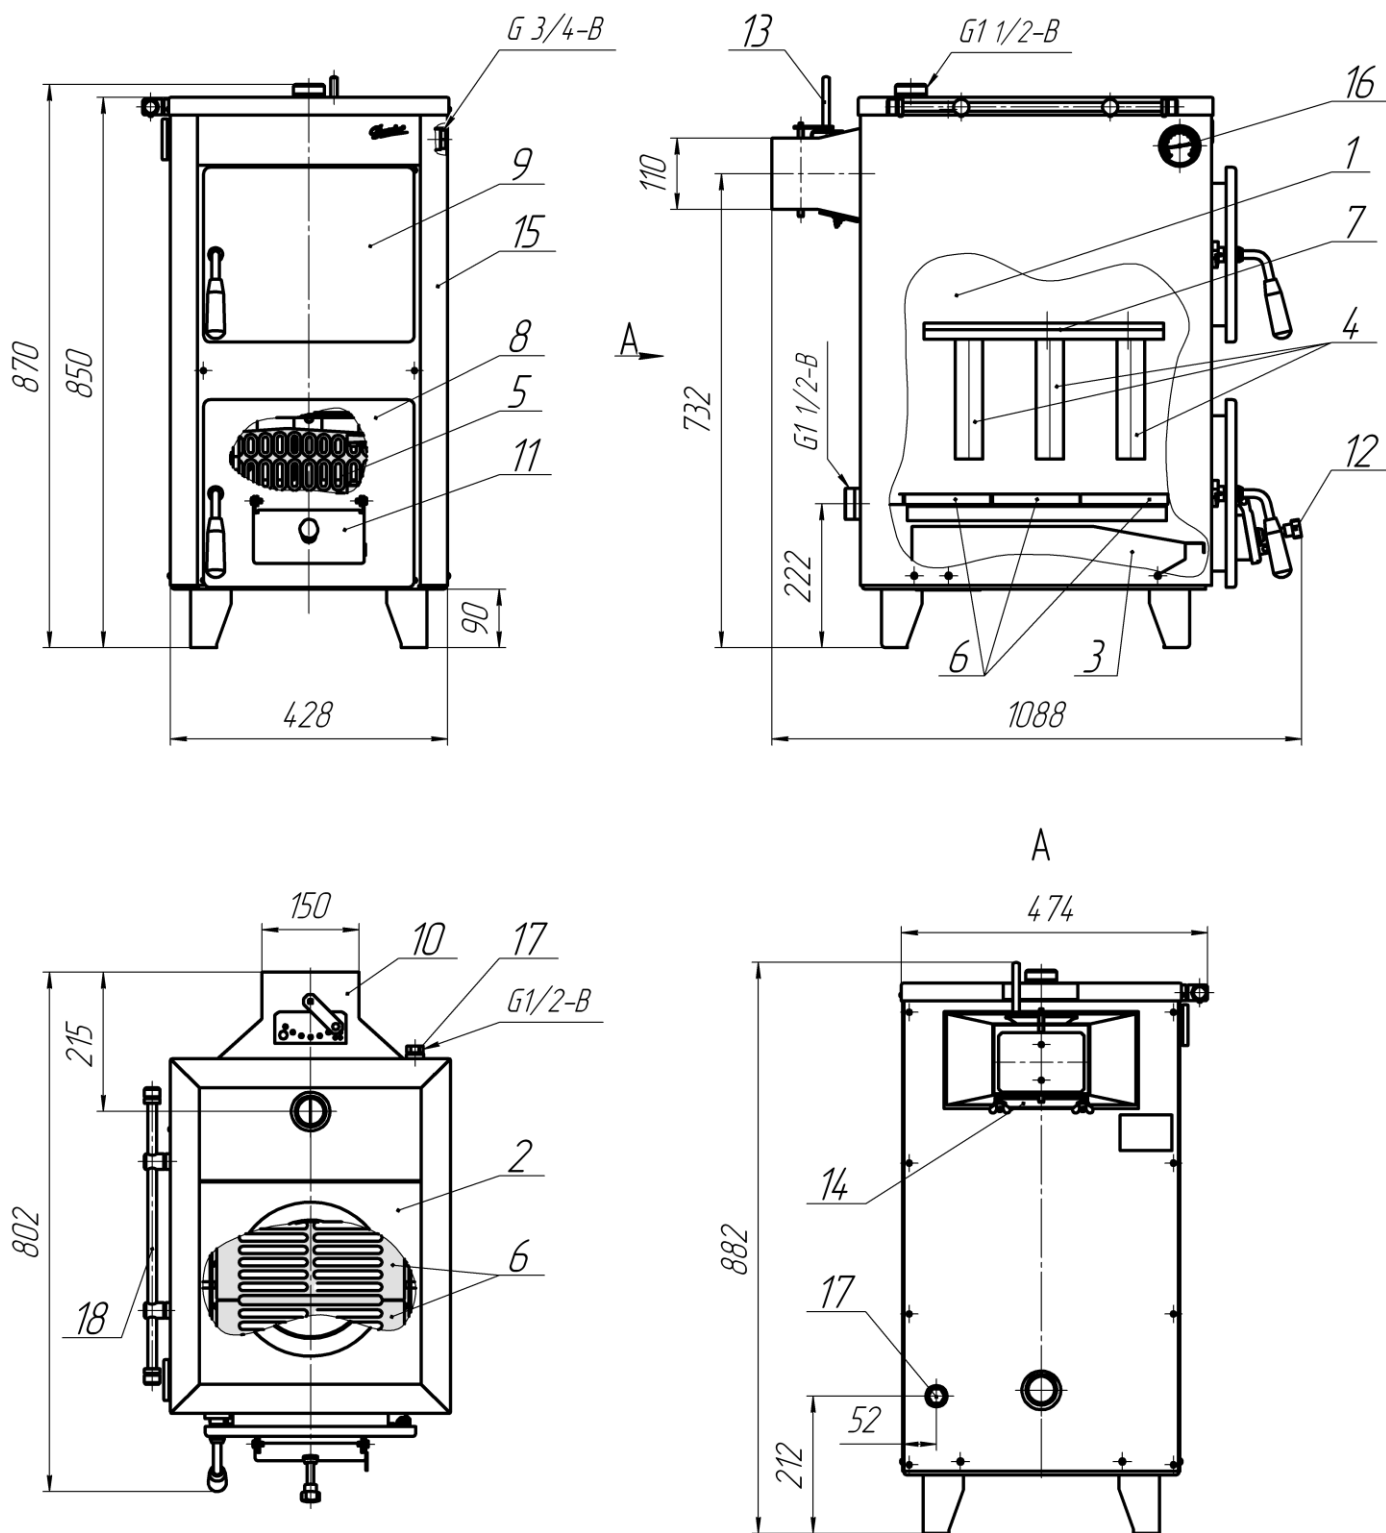
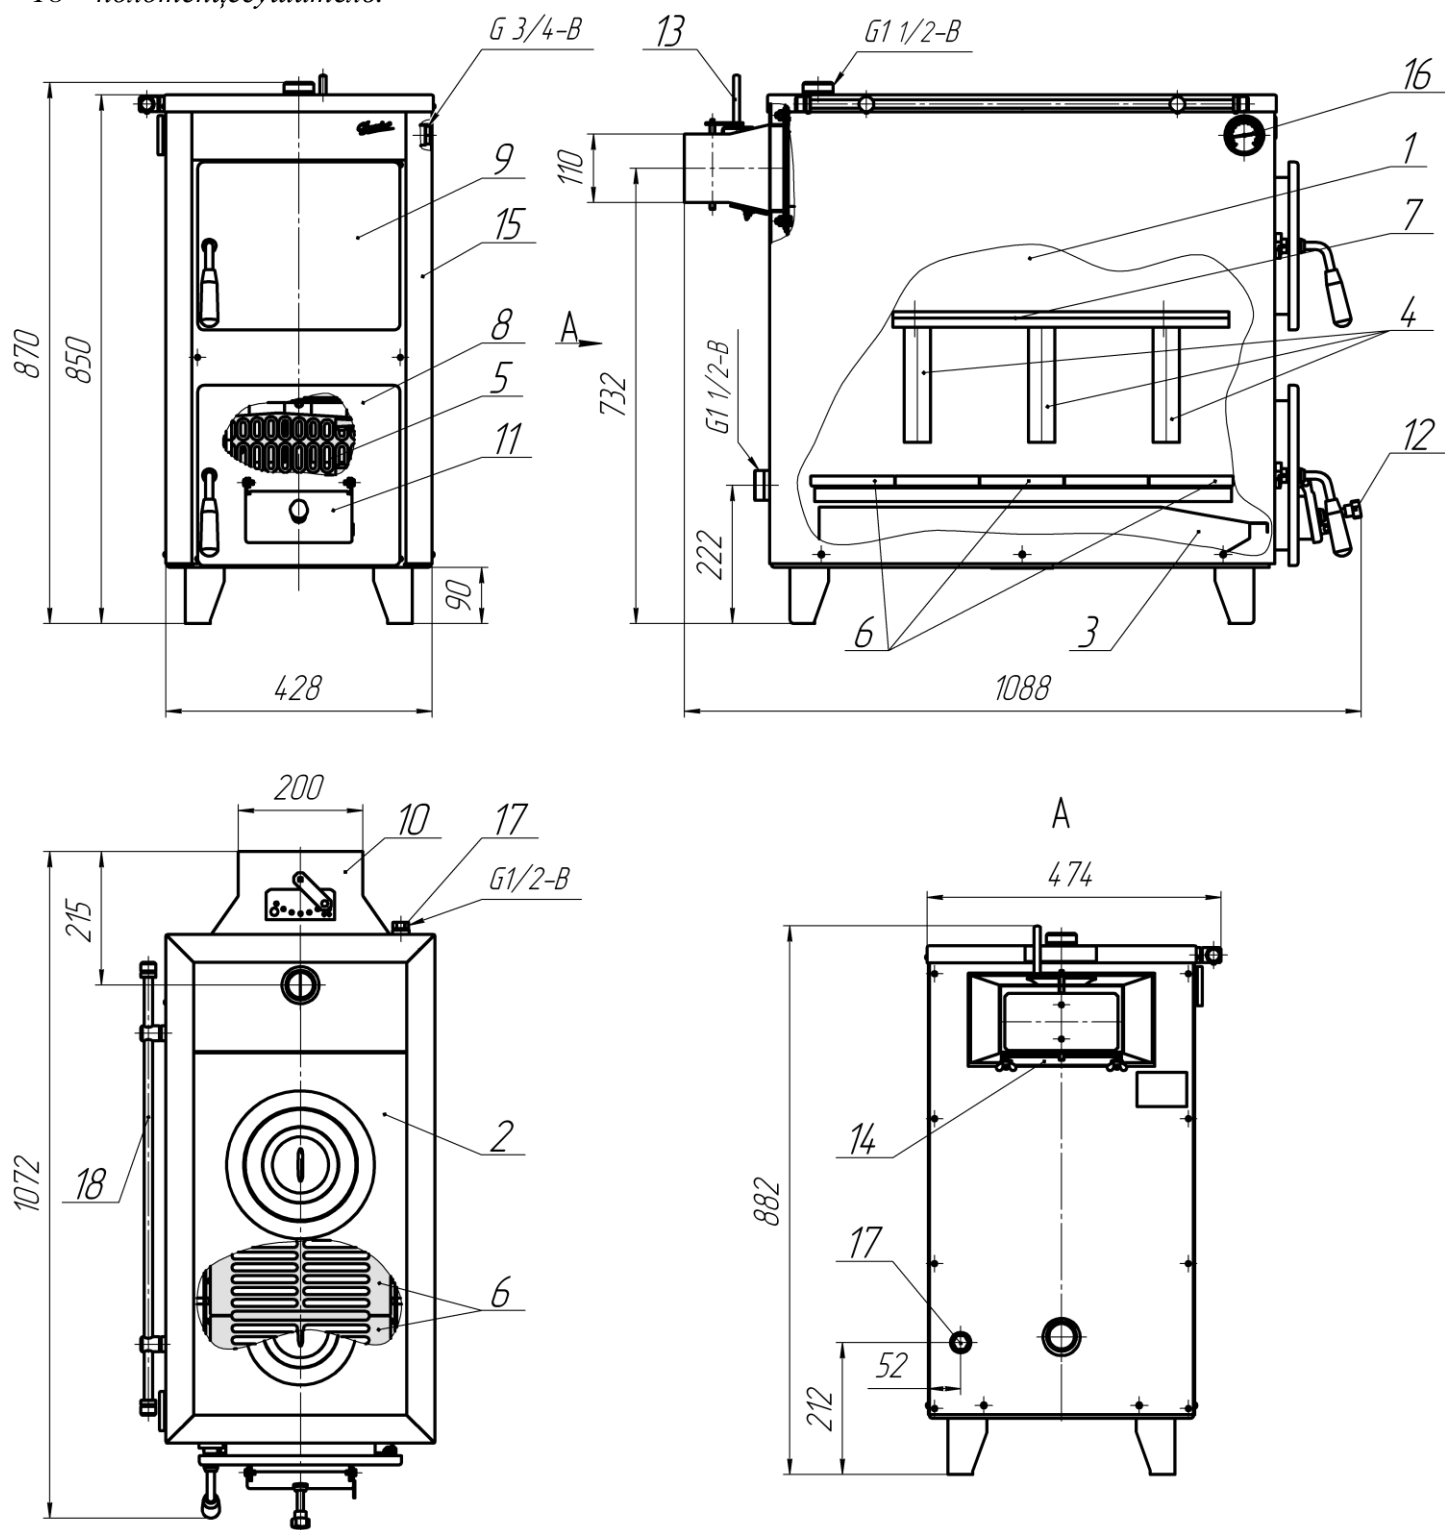

Рис. 1. Аппарат "Данко АКТВ-15":
Рис. 2. Аппарат "Данко АКТВ-20":
5.1. Аппараты модели “ДАНКО АКТВ-15” (рис.1) и “ДАНКО АКТВ-20” (рис.2), предназначены для работы на твердом топливе.
9.1.2. Открыть полностью шибер дымохода 13, воздушную заслонку 11 и через дверцы топки 8 (рис.1) провести растопку аппарата, после чего их закрыть.